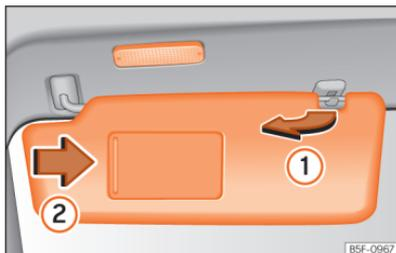

Fig. 88 Pala do sol.
- A pala do sol pode ser puxada para fora da fixação e ser virada para a porta »» **Fig. 88** ①.